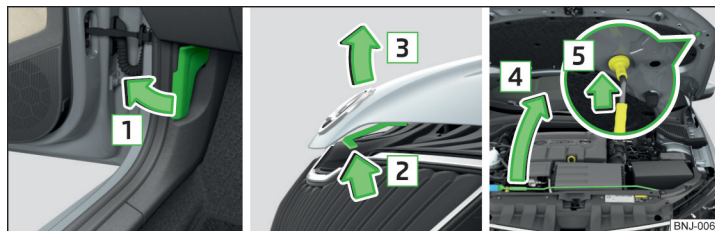

Fig. 165 Apertura del cofano motore
- In corrispondenza della leva di sbloccaggio sotto la plancia tirare nella direzione indicata dalla freccia **1** » fig. 165.
Non sollevare mai il cofano motore tramite la leva di sbloccaggio » fig. 165.